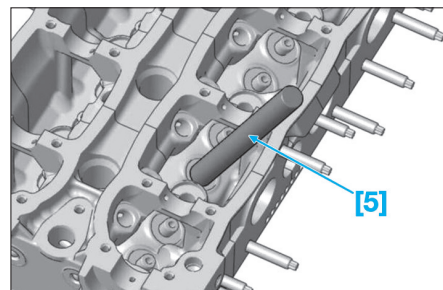

Fig. 45
- [2]. Douille pour vis de culasse (ref.0185)
- [3]. Brides de maintien chemises (ref.0132-A1Z)
- [4]. Jeu de 4 vis (ref.0132-A3Z) (Brides de maintien chemises).
- [5]. Outil de pose des joints de queue de soupape (Fig.45)
- Mettre en place les joints de queue de soupape avec l'outil [5] (Fig.45).